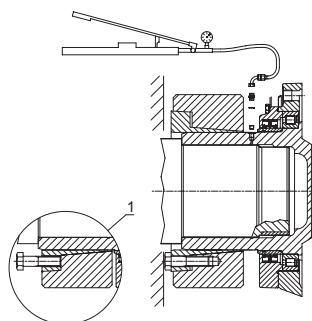
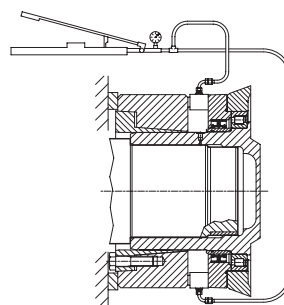

Fig. 5
Fig. 6
2) Nel caso gli anelli non si separassero spontaneamente dopo avere allentato le viti, trasferirne alcune nei fori di estrazione dell'anello interno (Fig.5 dettaglio 1) e avvitandole, separare quest'ultimo dall'anello esterno.
3) Fare scorrere il giunto assialmente come da fig.5 per permettere l'utilizzo del foro G 1/8" che consente l'immissione di olio in pressione (max. 1000 bar) al fine di facilitare lo smontaggio del riduttore dall'albero della macchina. Se con l'utilizzo del metodo descritto, il riduttore non si libera, in quanto l'accoppiamento dell'albero non assicura la tenuta della pressione, allora si può agire nel modo rappresentato nella fig. 6. Se lo spazio a disposizione lo permette, utilizzando appositi spintori idraulici, occorre fare reazione su n°2 borchie a 180° che si trovano sui coperchi porta tenute, senza superare i seguenti carichi assiali:
2) If the rings do not separate on their own after loosening the screws, transfer some of them to the extraction holes of the inner ring (Fig.5 detail 1) and, tightening them, separate the inner ring from the outer ring.
3) Slide the joint axially as shown in fig.5 to allow use of the hole G 1/8" for the introduction of pressurized oil (max. 1000 bar) to facilitate removing the gear unit from the machine shaft. If, on using the method described, the gear unit cannot be freed, because the shaft coupling does not ensure pressure tightness, operate as shown in fig. 6. Available space permitting, using the special hydraulic pushers, operate on two bosses at 180° located on the seal covers, without exceeding the following axial loads:
2) Falls sich die Kupplungsringe nach dem Entfernen der Schrauben nicht von selbst lösen sollten, einige Schrauben in die Abzugsbohrungen des Innenrings einsetzen (Abb.5, Ausschnitt 1) und durch Festziehen derselben den Innen- vom Außenring trennen.
3) Die Kupplung axial verschieben (siehe Abb.5), um die Bohrung G 1/8" benutzen zu können, die das Einfüllen von Öl unter Druck (max. 1000 bar) gestattet, um den Ausbau des Getriebes von der Maschinenwelle zu erleichtern. Sollte es nicht möglich sein, mit dem beschriebenen Verfahren das Getriebe freizusetzen, da die Passung der Welle nicht dicht genug für den Druck ist, kann auf die in Abb. 6 dargestellte Weise vorgegangen werden. Bei ausreichendem Platz können hydraulische Stößel eingesetzt werden, die 180° zu einander auf 2 Auflagen angeordnet werden, die sich auf dem Deckel der Dichtungshalter befinden; dabei dürfen die folgenden Axiallasten nicht überschritten werden: